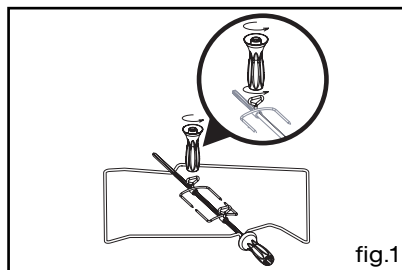

fig.1
- enfillez une des fourchettes sur la broche ; embrochez la pièce à rôtir ; enfillez la deuxième fourchette ; centrez et serrez en vissant les deux fourchettes à l'aide de la poignée (fig.1).
- Ouvrez complètement la porte et la bloquer à l'aide de deux butées rouges (fig.1). Elles sont fournies dans la poche plastique de votre appareil.